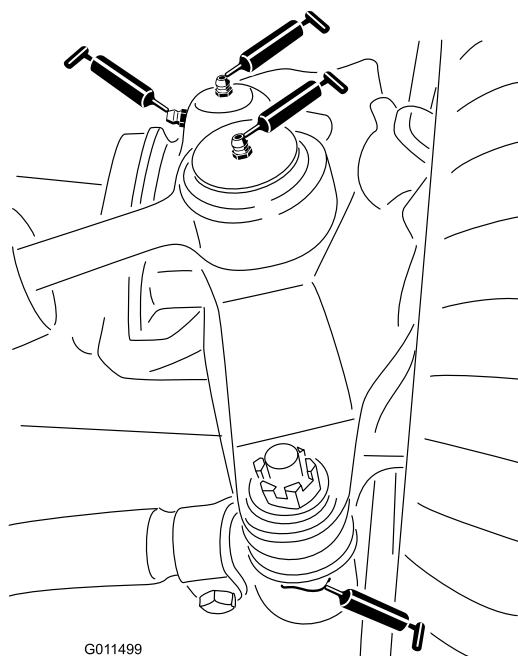

Figure 40
- Rotules de vérin de direction (2) (Figure 40)
- Rotules de biellettes (2) (Figure 40)
- Bagues de pivots de fusées (2) (Figure 40).